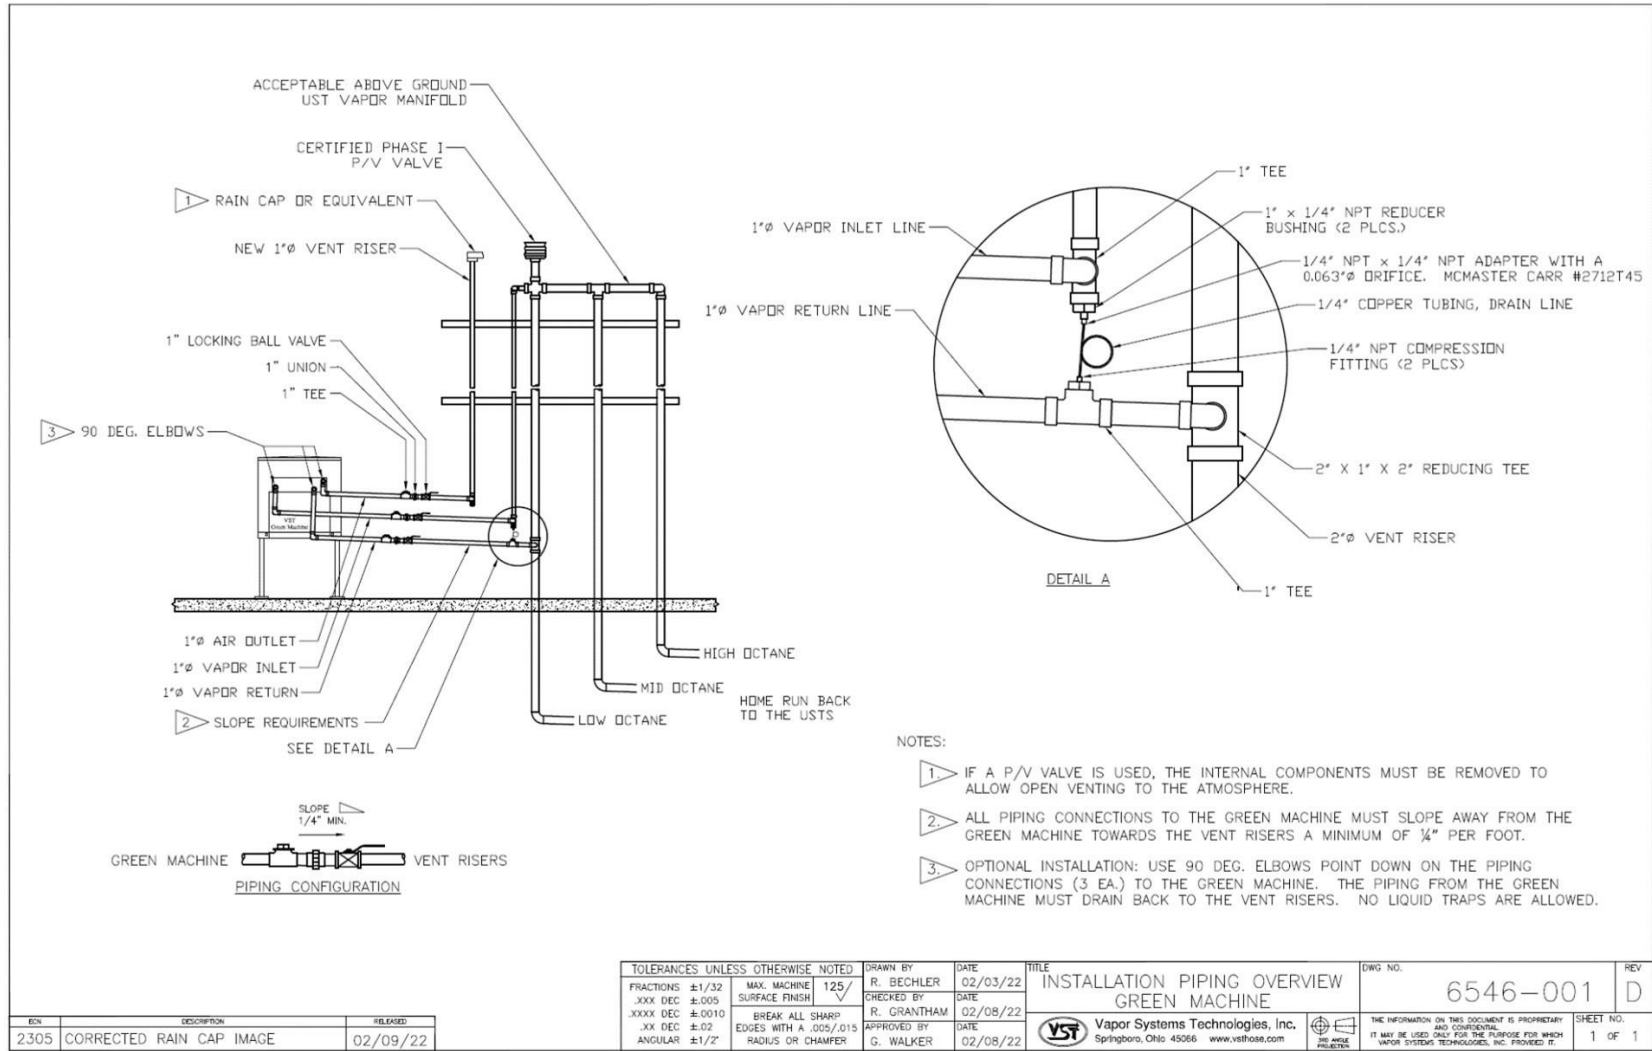

Figura 2-1: Descripción de las tuberías de vapor
- La línea de drenaje de ¼" de diámetro con el adaptador provisto debe instalarse según la **Figura 2-1**.
- Instale una tubería de entrada de vapor de 1" y una tubería de retorno de vapor de 1" como se muestra en la **Figura 2-1** desde las conexiones de entrada de vapor y retorno de vapor en GREEN MACHINE a una línea de venteo existente.
- Desde la línea de venteo, instale la válvula de bola de bloqueo de 1", luego la unión de 1" y luego la conexión en T de 1". **Vea la Figura 2-1.**
- La tubería de 1" debe inclinarse hacia afuera de la GREEN MACHINE un mínimo de ¼" por pie. **Vea la Figura 2-1.**
- Desde la línea de venteo, instale la válvula de bola de bloqueo de 1", luego la unión de 1" y luego la conexión en T de 1" como se muestra en la **Figura 2-1.**
- La línea de drenaje de ¼" de diámetro con el adaptador provisto debe instalarse según la **Figura 2-1.**